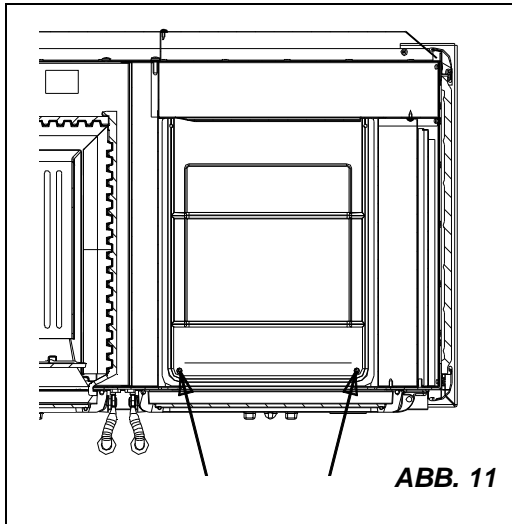

ABB. 11
2. die beiden Schrauben entfernen, die die Platte am Boden des Backofens fixieren und in der Nähe der Schwelle angebracht sind (siehe ABB. 11);